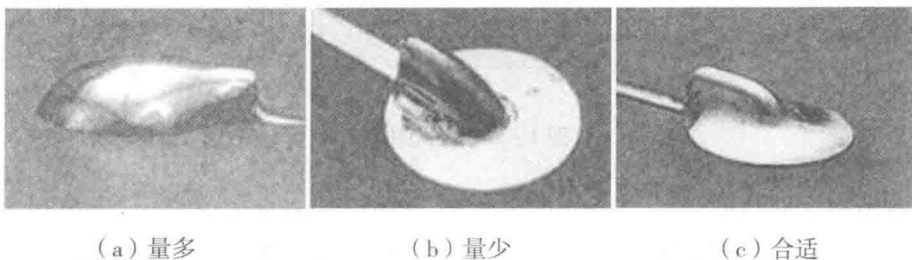

图 1-18 焊锡给量与焊点外形
(1) 焊锡量：可能是焊锡量过多或焊锡量过少。焊锡量过多（如图 1-18 (a) 所示）无法确认焊锡扩散的情况且焊点不美观，还有可能造成焊点之间的粘连，出现短路的故障；焊锡量过少（如图 1-18 (b) 所示）会造成焊接部位张力强度下降，元器
件与焊点脱落的现象。所以在焊接过程中一定要注意把握焊锡的加入量，加入量的多少由锡丝的递给量来决定，通常焊点中心位置的高度是焊盘直径的三分之一，焊锡量的把握是焊接技术的难点之一，这需要操作者在长期的练习中不断的总结，才能焊出合格的焊点（如图 1-18（c）所示）。